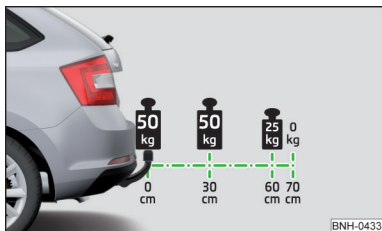

Abb. 121
**Der maximal zulässige Überstand** des Kugelkopfes der Anhängervorrichtung beträgt **70 cm** » Abb. 121.